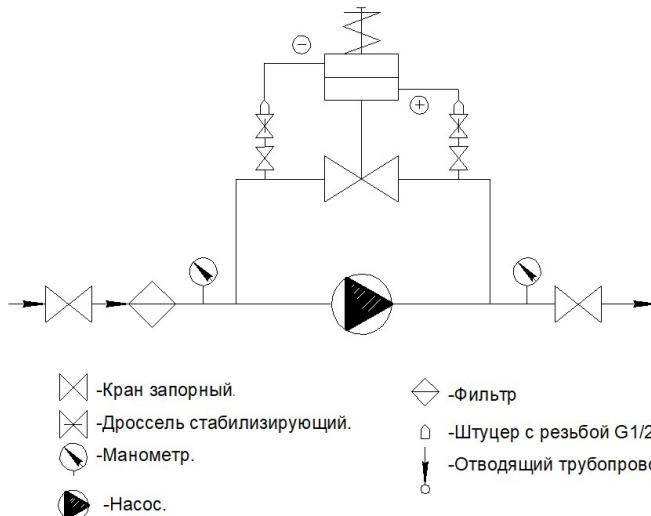

Рисунок 4
- установить штуцеры из комплекта регулятора на трубопровод согласно схеме подключения регулятора (рис. 4) в месте, удобном для подсоединения импульсных линий. Штуцер вкручивается в запорный кран (внутренняя резьба G 1/2) на отводе трубопровода;